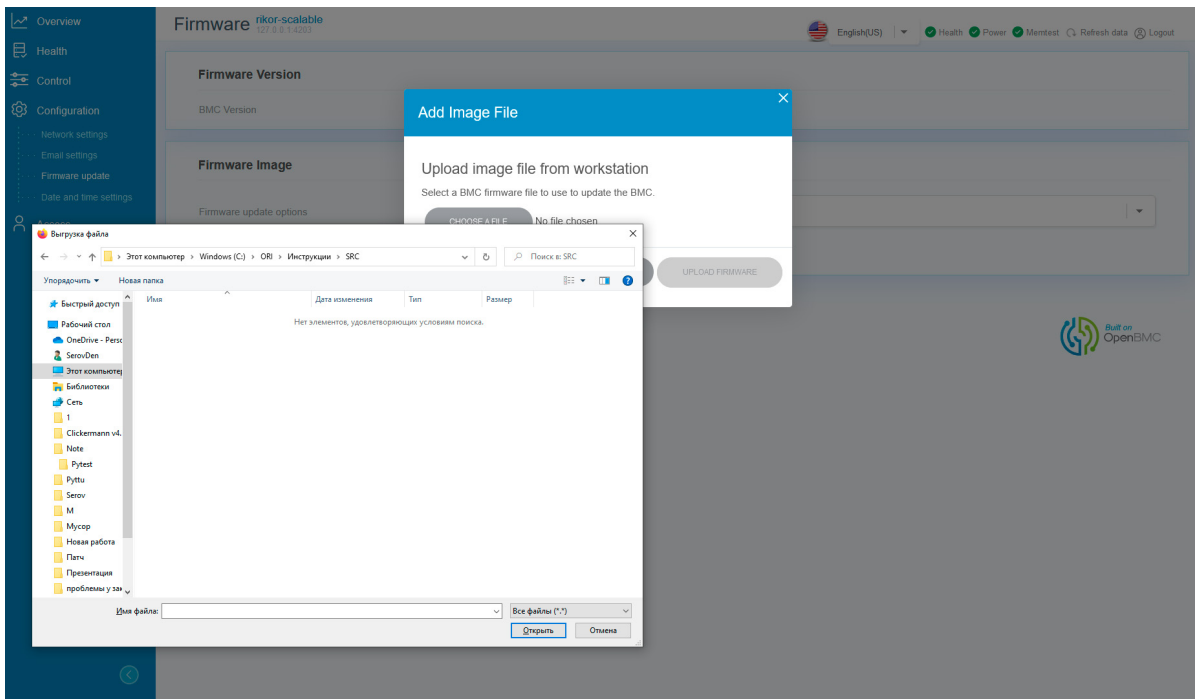

Рис. 83. Выбор директории с новой версией BMC
- 4) В нужной вам директории выберите файл с новой версией обновления BMC. Окно показано на рис. 83 Выбор директории с новой версией BMC